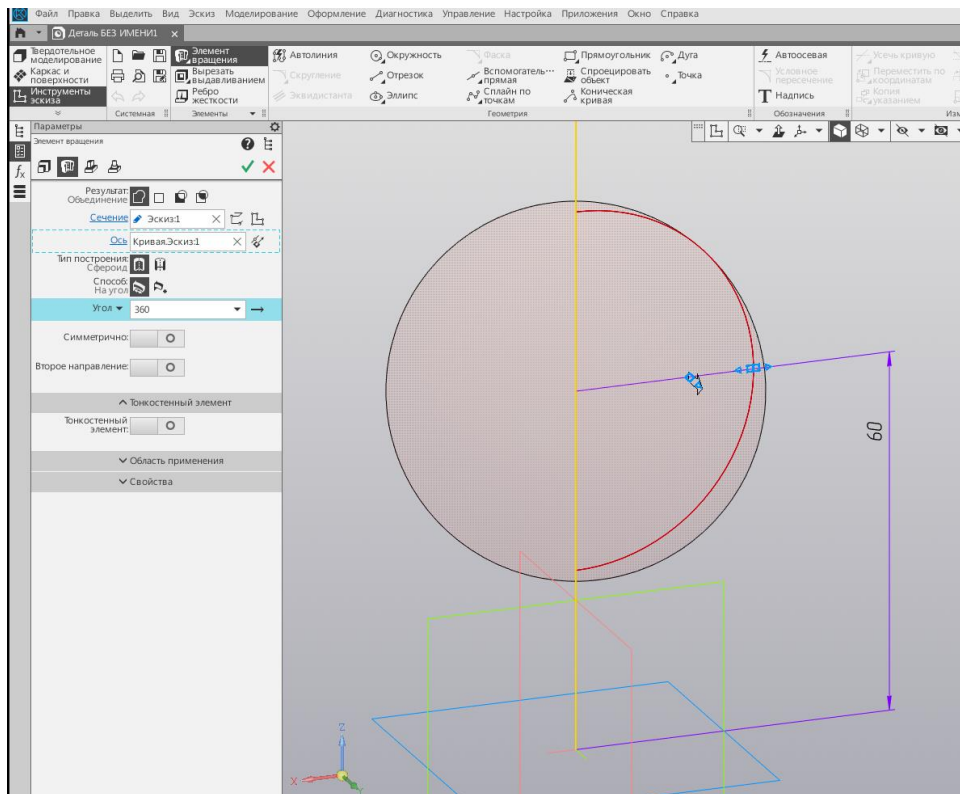

Рис. 7. «Элемент выдавливания»
3. Завершить эскиз, применить команду «элемент вращения» (рис.7). И подтвердив команду кликом на зеленую v